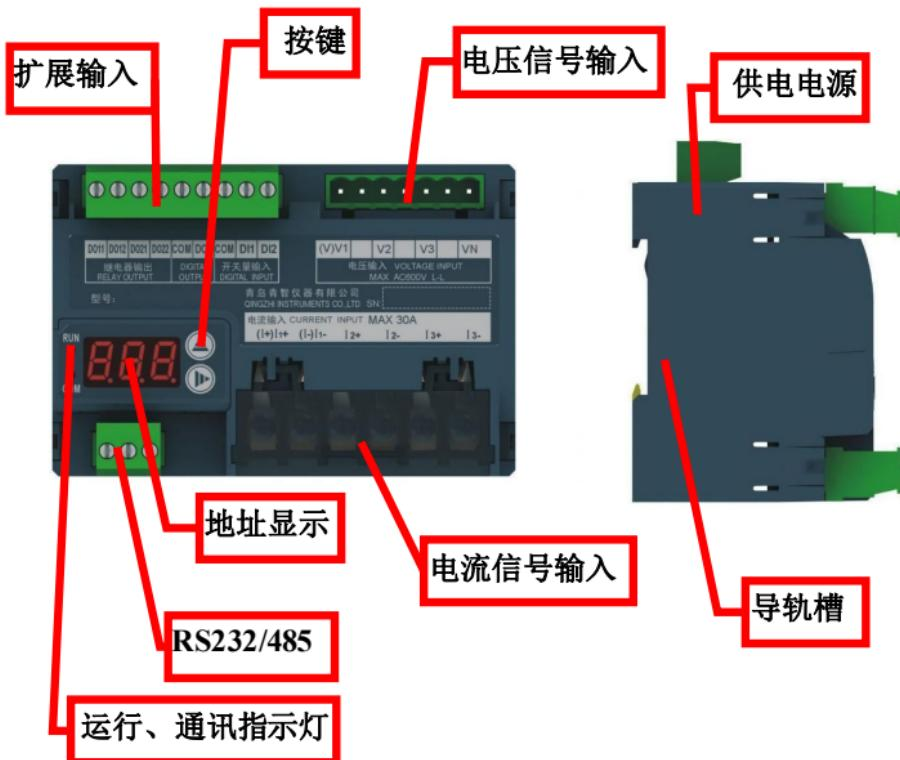

图 2 ZWD414B/D415/D416/D433B/D432B/D433C 变送器图示
- 3.1 ZWD414B/ZWD415/ZWD416/ZWD433B/ZWD432B/ZWD433C 变送器系列外观相同、操作按键相同、数据显示窗口相同, **请参照图 2 说明:**